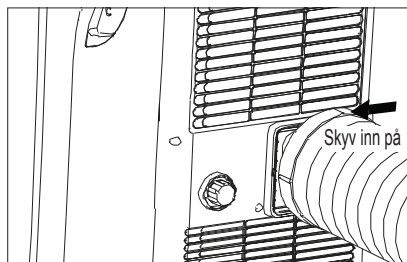

Fig. 7
4. Skyv komponentgruppen inn på enheten (Fig. 7).